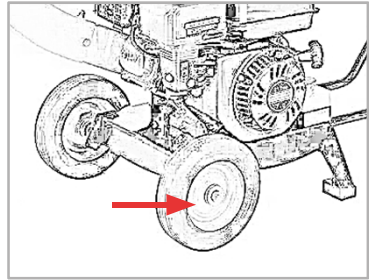

Fig.2
- Introduceți șuruburile în orificiile din exterior spre interior și fixați-le ușor cu o garnitură și o piuliță (fig.2).